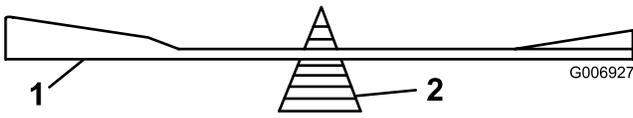

Bild 34
2. Überprüfen Sie die Auswuchtung des Schnittmessers auf einer Ausgleichsmaschine (Bild 34). Wenn das Schnittmesser in seiner horizontalen Position bleibt, ist es ausgewuchtet und kann wiederverwendet werden. Feilen Sie, wenn das Schnittmesser nicht ausgewuchtet ist, an der Rückseite des Messers etwas Metall ab. Wiederholen Sie diesen Vorgang, bis das Messer ausgewuchtet ist.